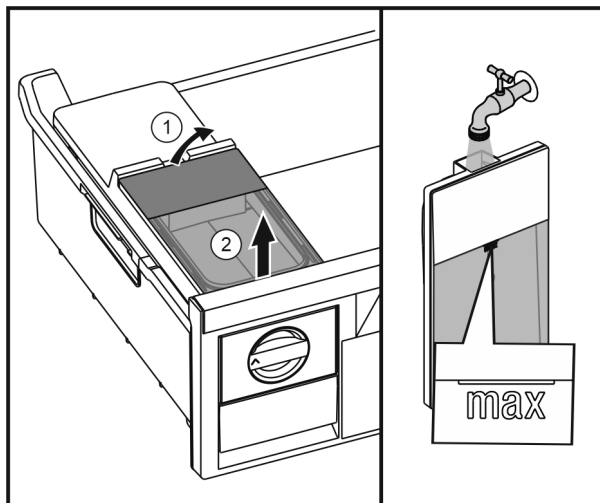

Fig. 16
- ▶ Wassertank von hinten anheben Fig. 16 (1) und nach oben entnehmen Fig. 16 (2).